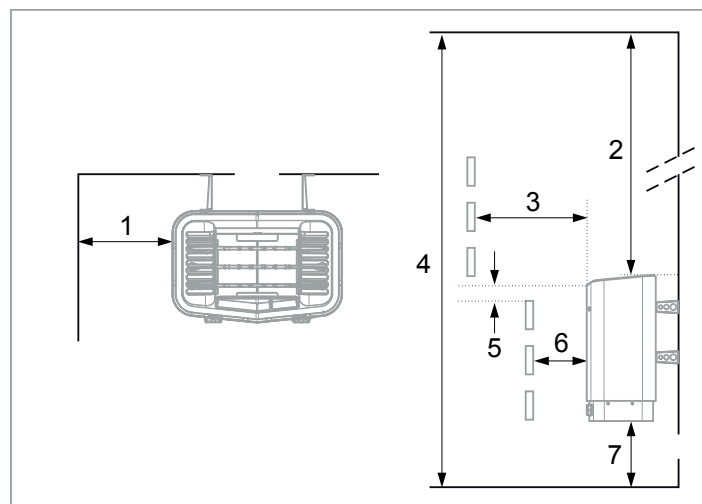

Figure 2 : positionnement du poêle - installation normale
- À bonne distance du sol, des murs latéraux et des aménagements intérieurs (voir figure 2, page 10).